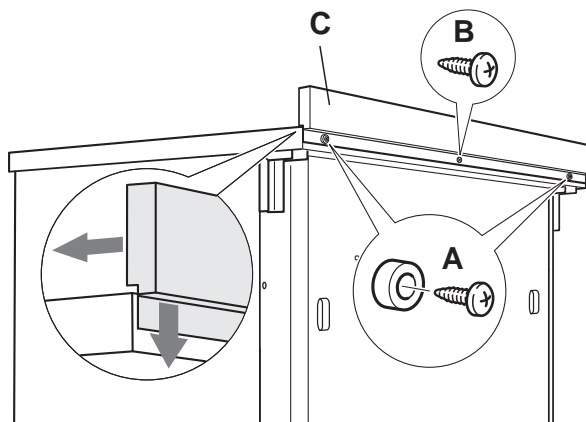

Fig. 1.2
Avant d'installer la cuisinière, assembler la protection arrière "C" (fig. 1.2).
- Enlever les entretoises "A" (fig. 1.2) en dévissant la vis de fixation.